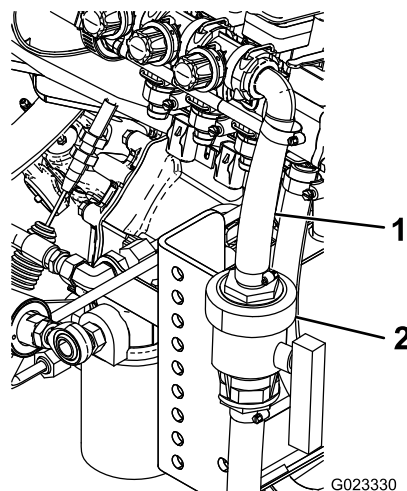

Figura 12
13. Ligue as duas extremidades do tubo à válvula do tubo de alimentação com 2 abraçadeiras de tubos (Figura 12).